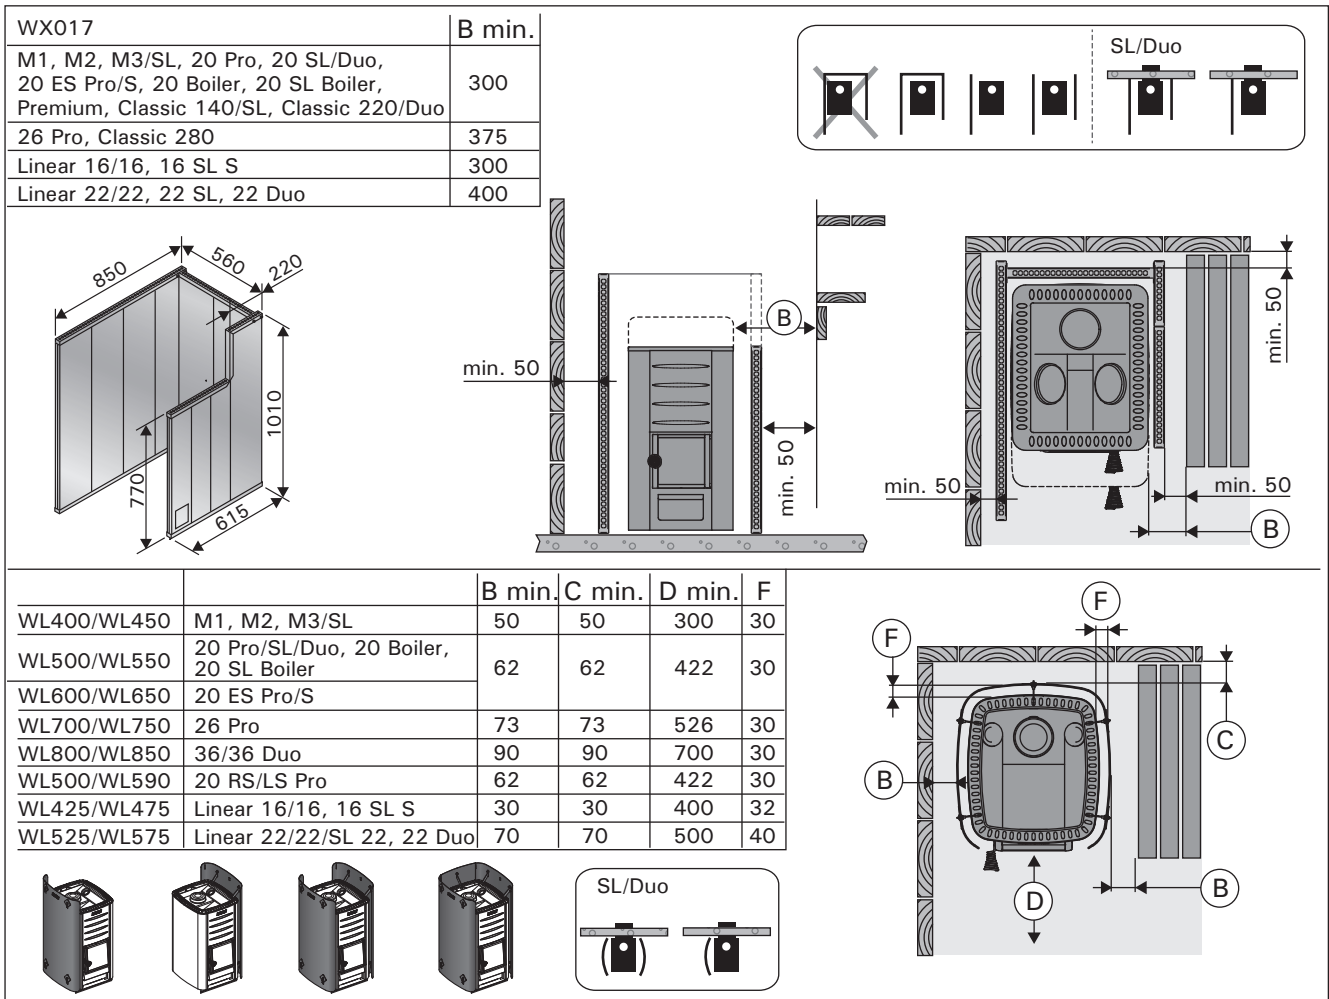

Рисунок 8. Безопасные расстояния с защитными ограждениями (все размеры приведены в миллиметрах)
D. Защитное ограждение Harvia WX017. Рисунок 8.
E. Защитная обшивка WL400/WL450, WL500/WL550, WL600/WL650, WL700/WL750, WL800/WL850, WL590, WL425/WL475, WL525/WL575. Рисунок 8.